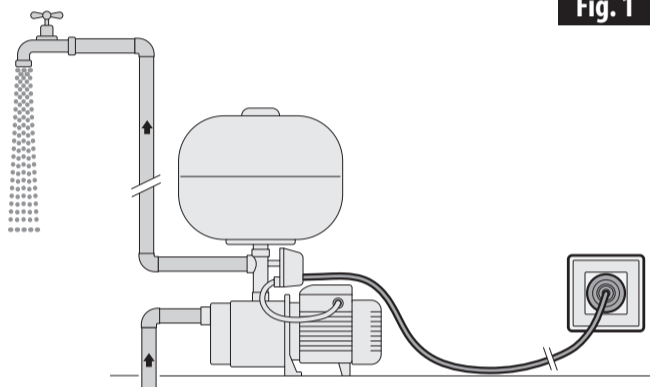

Fig. 1
- Run the pump with the supply point open (Fig.1).
- Die Elektropumpe mit geöffnetem Ausgabepunkt laufen lassen (Abb.1).
- Accione la electrobomba con el punto de suministro abierto (Fig.1).